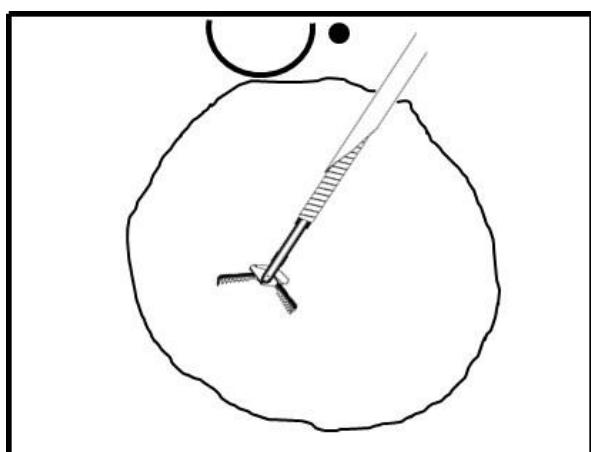

Figur 2
- Flyt langsomt hånden til en position på det oprullede hylster, der er ca. 5 cm fra anordningens distale ende. (Se figur 2)
- Aktiver anordningen ved at skubbe skyderen frem og tilbage for at sikre dig, at kæberne åbner og lukker uhindret. (Se figur 2)